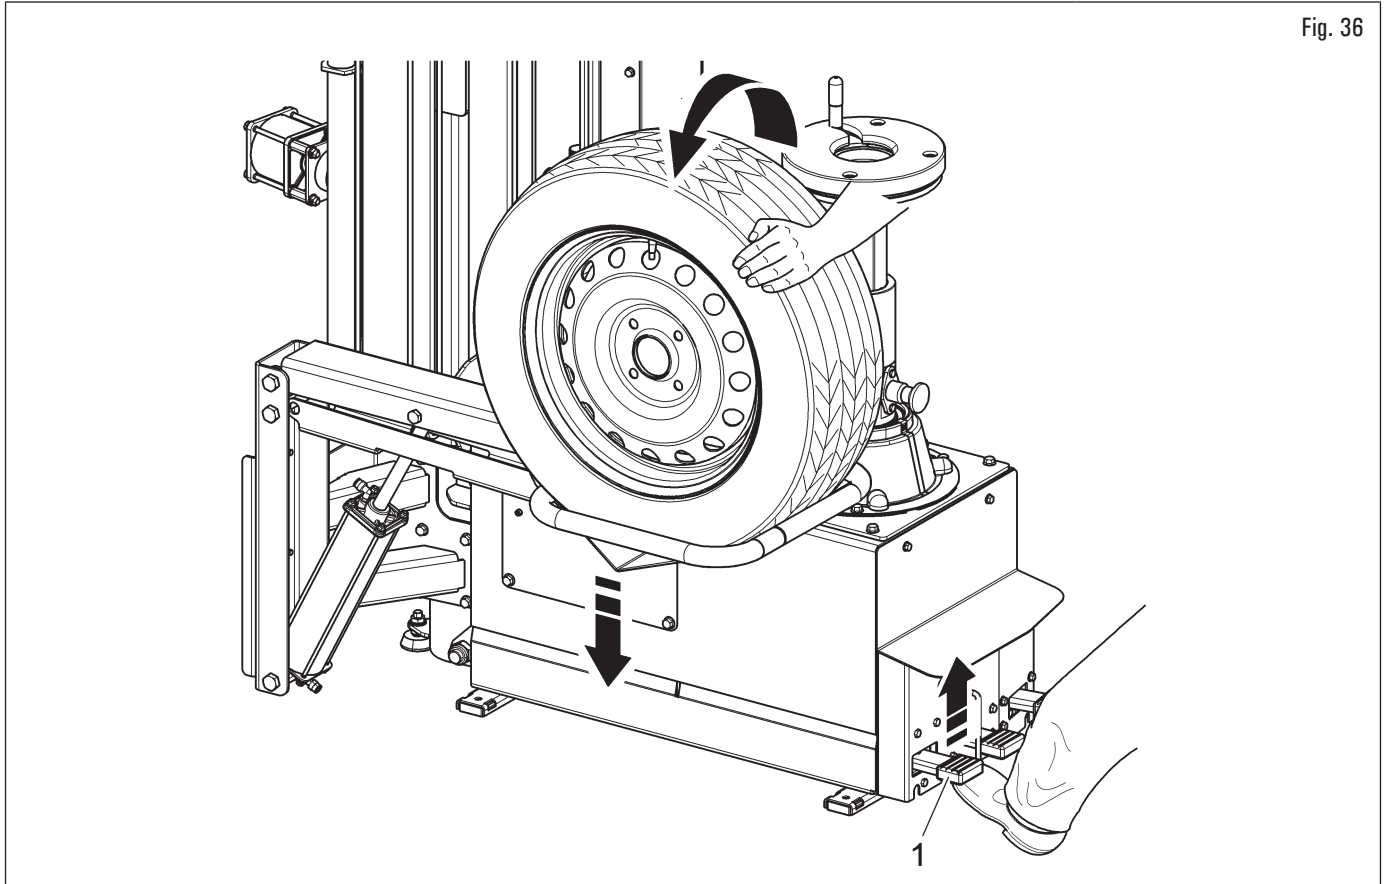

Fig. 36
3. soulever la pédale (Fig. 36 réf. 1) vers le haut pour baisser le plat de soulèvement ;
6. positionner la roue sur le plat de soulèvement (voir Fig. 36) ;
7. actionner de nouveau la pédale (Fig. 36 réf. 1) vers le haut pour faire baisser le plat et accompagner d'une main la roue pendant toute la phase de descente (voir Fig. 36).